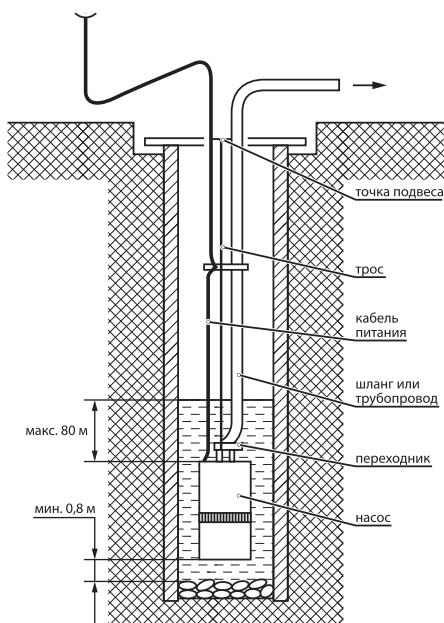

Рис. 3
6. Опустить электронасос в воду и закрепить трос над скважиной, колодцем и т.п. Насос должен быть расположен не менее чем в 80 см от дна и 50 см от поверхности воды (см. схему установки насоса, представленную на рис. 3).